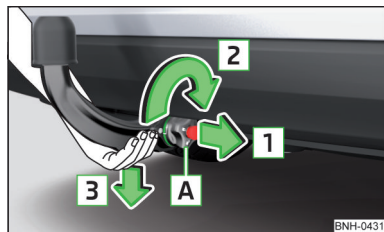

Fig. 229
- Agarre la barra de cabeza esférica **desde abajo** » fig. 229.